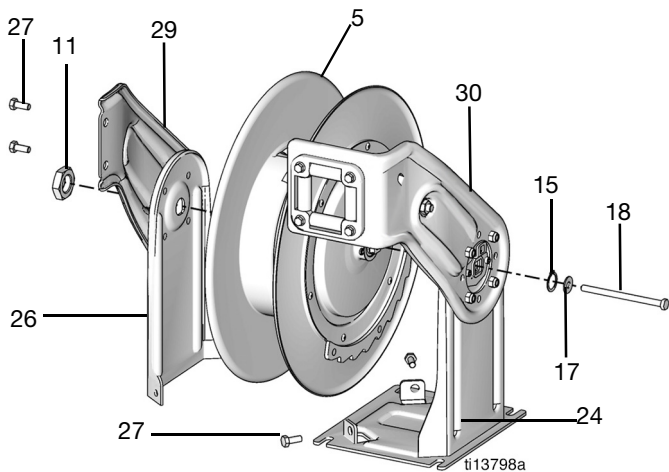

ABB. 21
5. Nehmen Sie die große Mutter (11) ab (ABB. 21).
6. Entnehmen Sie die beiden Schrauben (27), die den Fuß (26) am Sockel (24) halten und die beiden Schrauben (27), die den Führungsarm (29) am Führungsarm (30) halten (ABB. 21).
7. Entfernen Sie den Führungsarm (29) und die Fußeinheit komplett (26) in einem Teil und legen Sie dieses für den Einbau der neuen Spule beiseite (ABB. 21).
9. Entfernen Sie die lange Schraube (18) und die Unterlegscheiben (15 und 17) (ABB. 21).